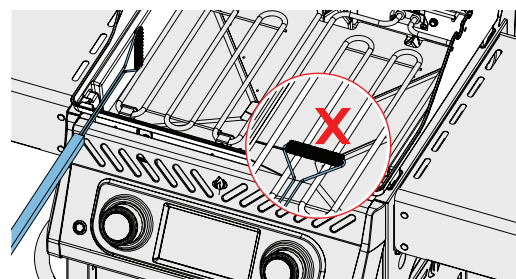

Fig. 7
2. Bruk en myk messingbørste til å fjerne løse rester. Børst alt rusk fra innsiden av apparatet ned i den avtakbare dryppannen. **BRUK IKKE** børsten på de elektriske brennerne. (Fig. 7)